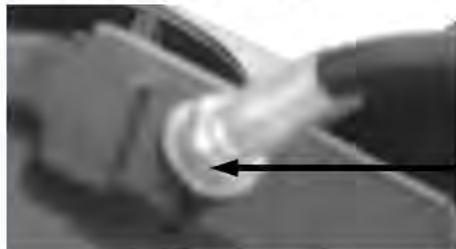

рис. 10
- Поверните регулировочную гайку на рис.10 по часовой стрелке для фиксации; или против часовой стрелки для ослабления.